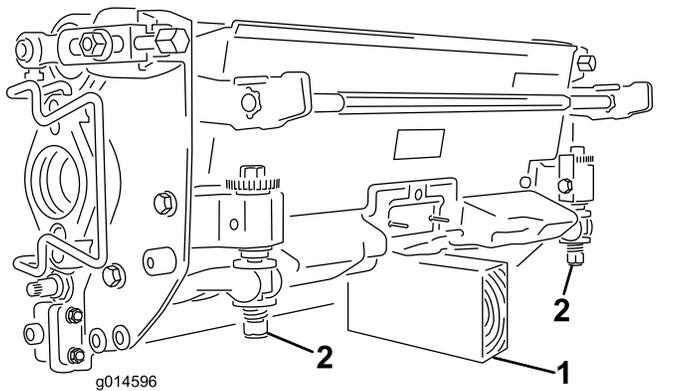

Figure 28
**Important:** Chaque fois que vous devez basculer le plateau de coupe, soutenez l'arrière du plateau pour empêcher les écrous situés sur les vis de réglage de la barre d'appui de reposer sur la surface de travail (**Figure 28**).